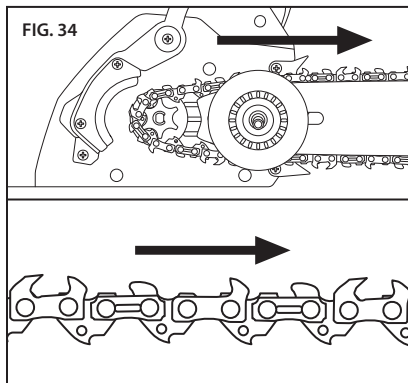

FIG. 34
- Pase la cadena de la sierra sobre la rueda dentada de accionamiento de manera que los bordes de corte de los dientes a lo largo de la parte superior de la barra queden opuestos al cabezal de potencia (Fig. 34).